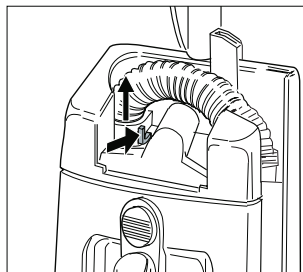

Fig. 11
- Pousser le levier de verrouillage pour débrancher le flexible de l'appareil <Fig. 11>.